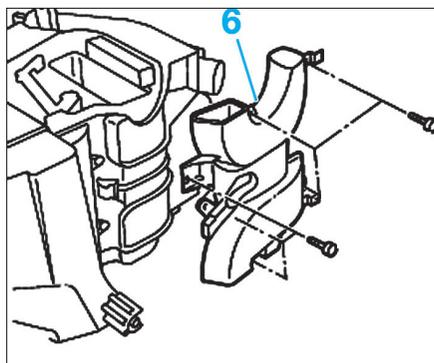

Fig. 17
- Déposer le conduit d'air inférieur (6) (Fig.17).